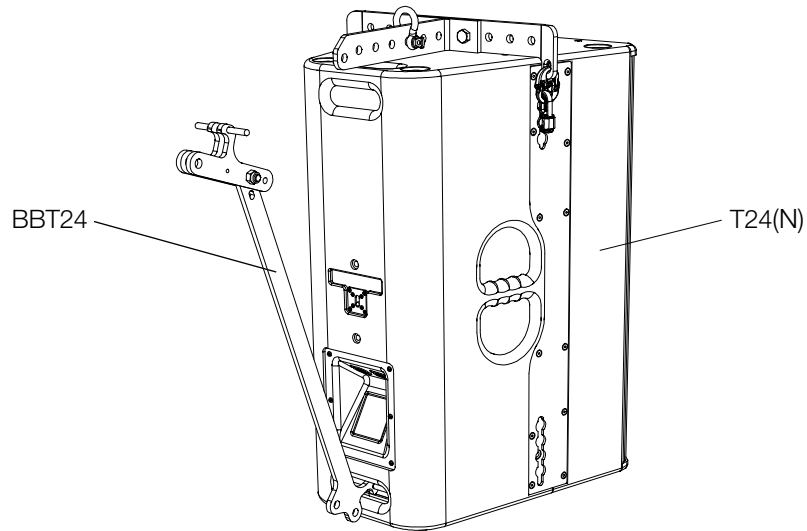

Abbildung 4.6 - Einhängen des BBT24 Tragelementes im unteren Griff
Stellen Sie den T24(N) Lautsprecher auf einen rutschfesten Untergrund und haken Sie das BBT24 Tragelement im unteren Griff des T24(N) Lautsprecher wie in Abbildung 4.6 dargestellt ein.